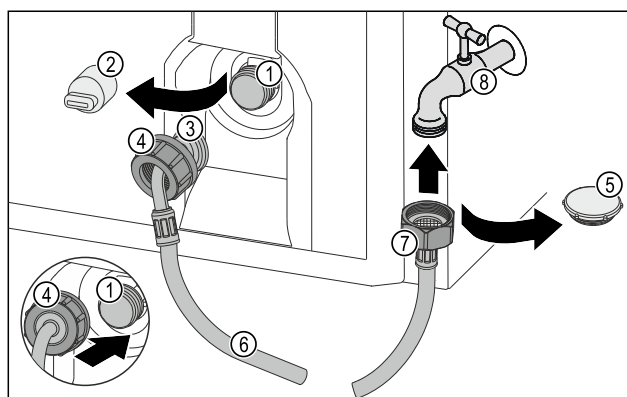

Fig. 54
- Távolítsa el a zárósapkát Fig. 54 (5).
- Helyezze fel az egyenes tömlővéget Fig. 54 (7) a vízcsapra Fig. 54 (8).
- Az óramutató járásának irányában húzza meg az anyát az egyenes tömlővégen Fig. 54 (7).